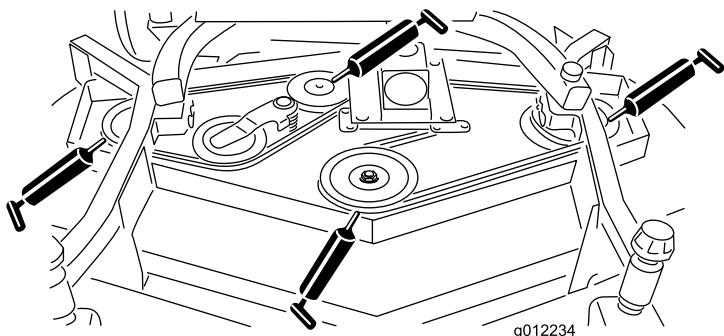

図 20
- スピンドルのシャフトのベアリング（3ヶ所）（プーリの下）（図 20）
- アイドラ・アームのシャフトのベアリング（図 20）